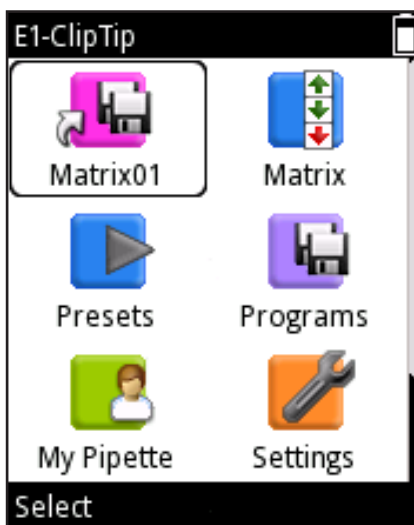

Imagen D44.
10. El acceso directo creado aparece en la parte superior de la vista de menú principal (Imagen D44).